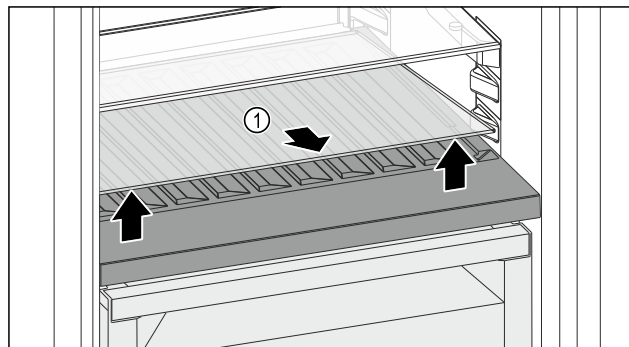

Fig. 124
- Sollevare il ripiano di vetro Fig. 124 (1) dall'incavo anteriore e rimuoverlo.
- Conservare il ripiano di vetro Fig. 124 (1) fuori dall'apparecchio in un luogo sicuro.